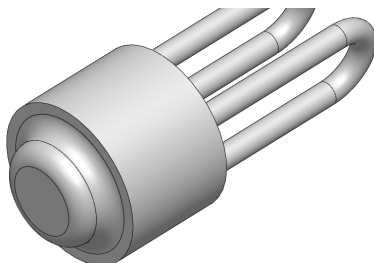

图 16-13 创建圆角特征
(5) 单击【确定】按钮，即可创建圆角特征，如图 16-13 所示。